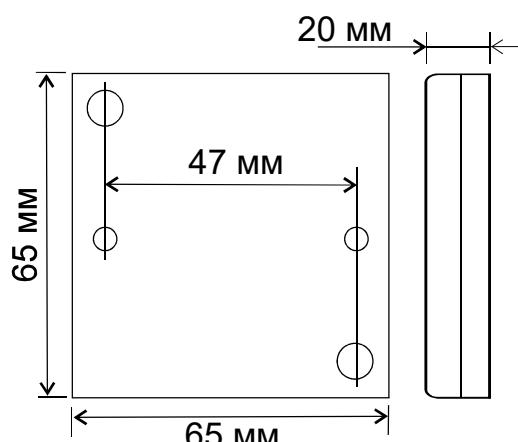

Рис.7 Внешний вид корпуса
1. Разметьте и просверлите отверстия для крепления под размер отверстий корпуса (рис.7).